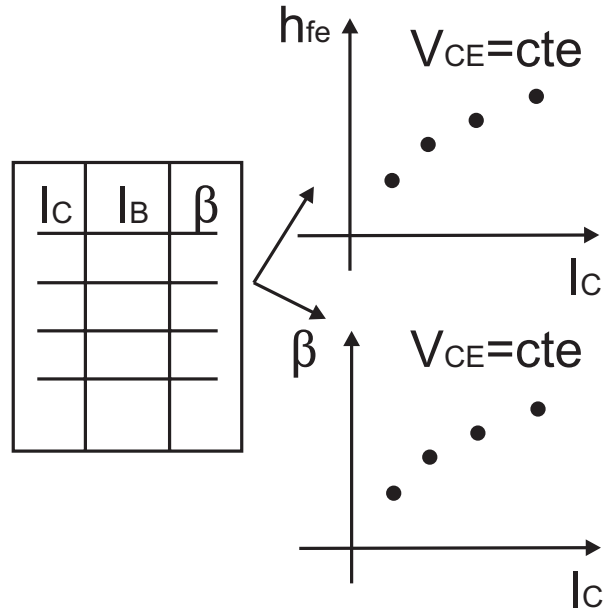

Figura 22:
- Las curvas  $h_{FE}$  y  $h_{fe}$  se deben representar en función de  $I_C$  con  $V_{CE}$  tomando un valor constante (Figura 22).